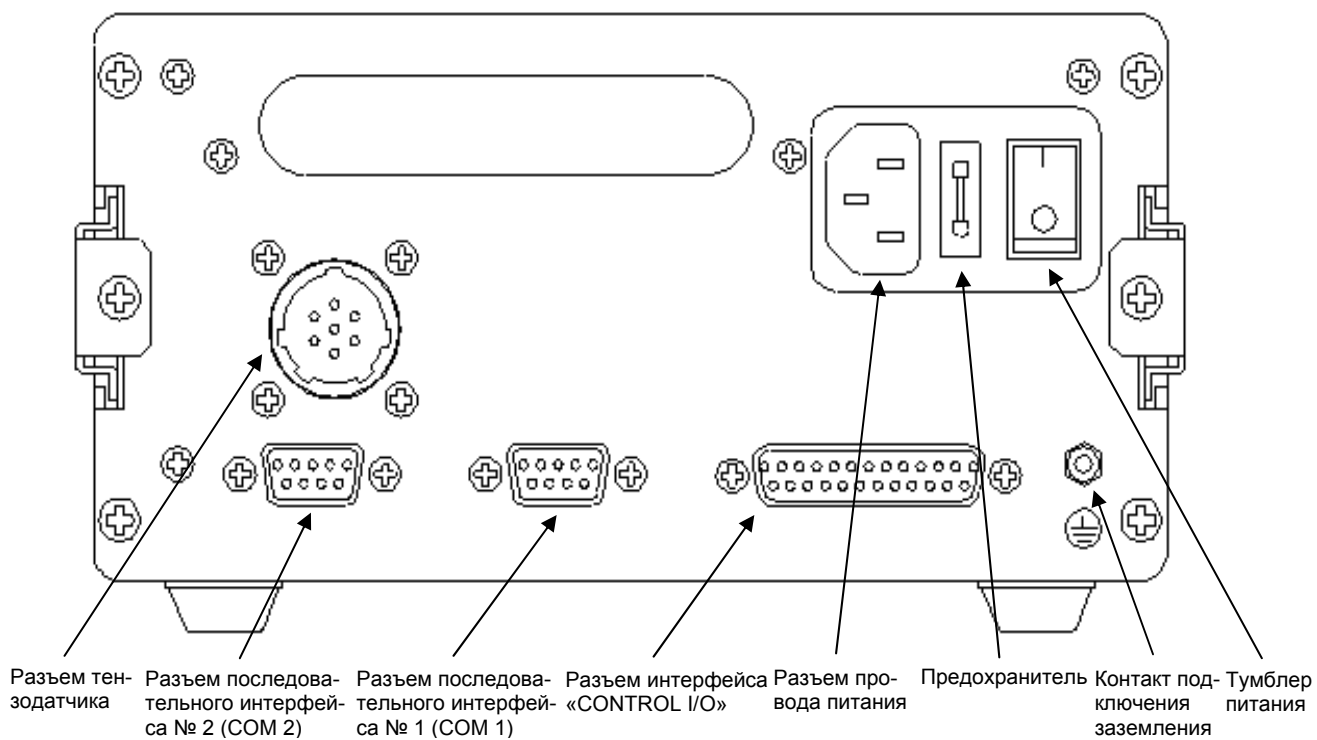

Рисунок 4.4 Задняя стенка и ее элементы
- Подключите провод питания к разъему питания (см. рисунок 4.4).
- Включите питание индикатора тумблером питания (см. рисунок 4.4).